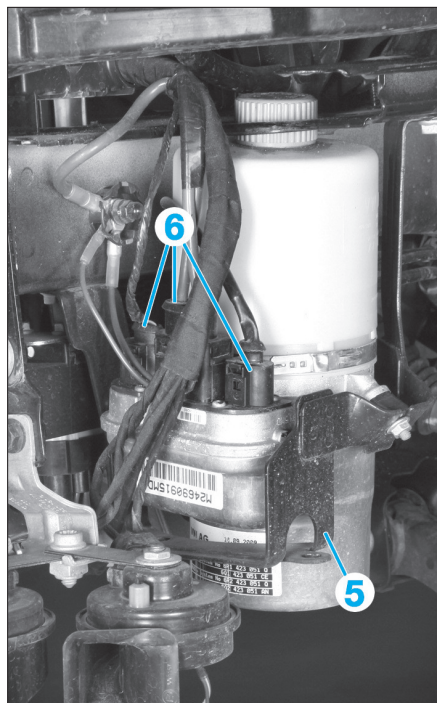

FIG. 27
• Dévisser les fixations du support (5), puis abaisser quelque peu l'ensemble (Fig.27).
• Débrancher les connecteurs (6).